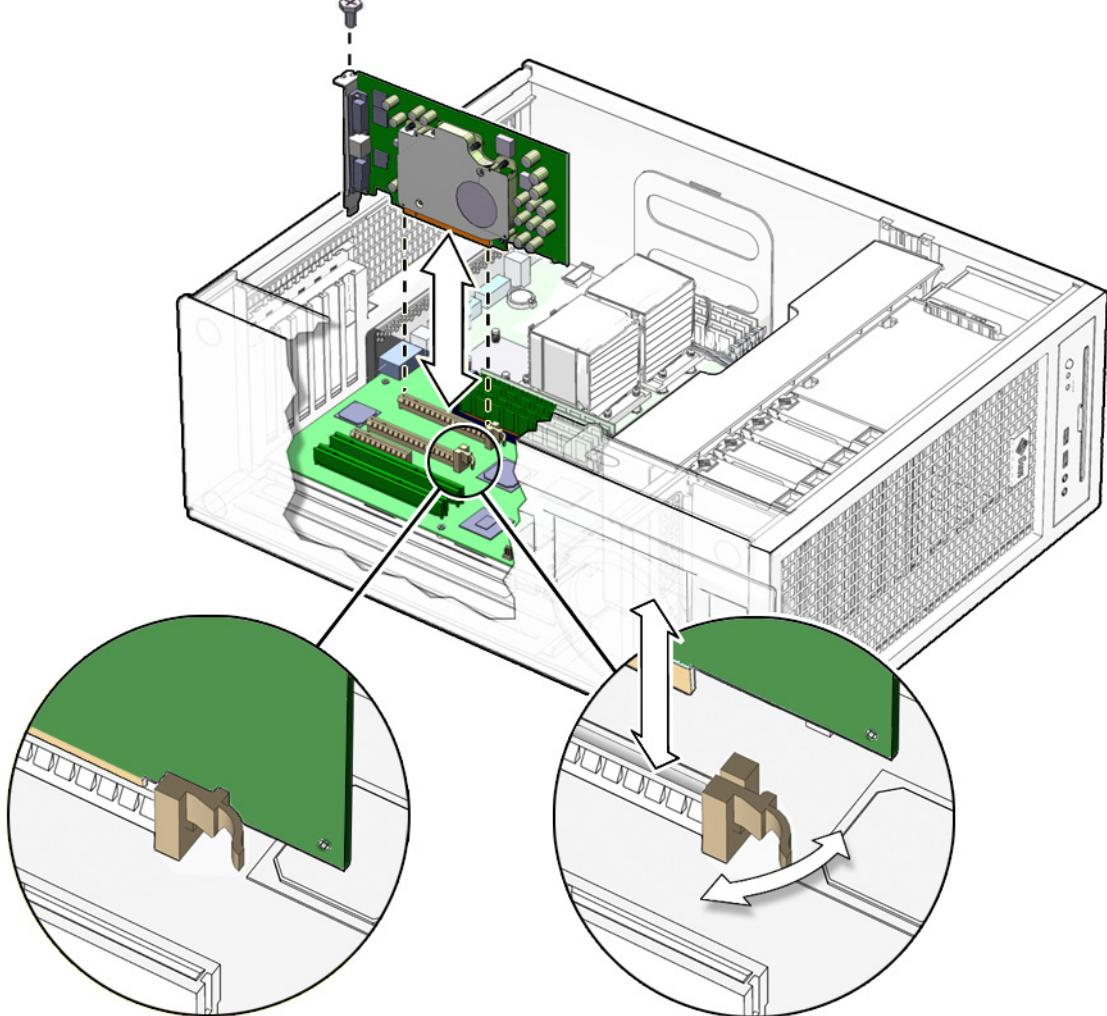

FIGURE 5-12 Installation de la carte PCI
- Si vous installez une carte PCI Express longue, veillez à bien enclencher le loquet du connecteur PCI E. Voir FIGURE 5-12.
Voir FIGURE 5-12.